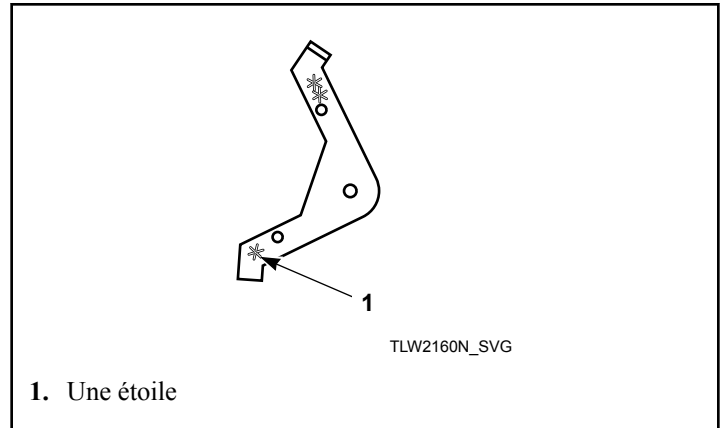

Figure 28
2. Installer le levier d'extension en plaçant la branche à une étoile vers le bas. Se reporter à *Figure 28*.